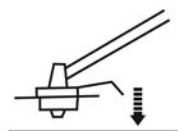

Fig. 19
- > El cabezal de bordeadora posee un botón [33] para alargar la línea de corte [34] durante su uso. Para extender la línea de corte, golpee suavemente el botón sobre una superficie dura (Fig. 19).